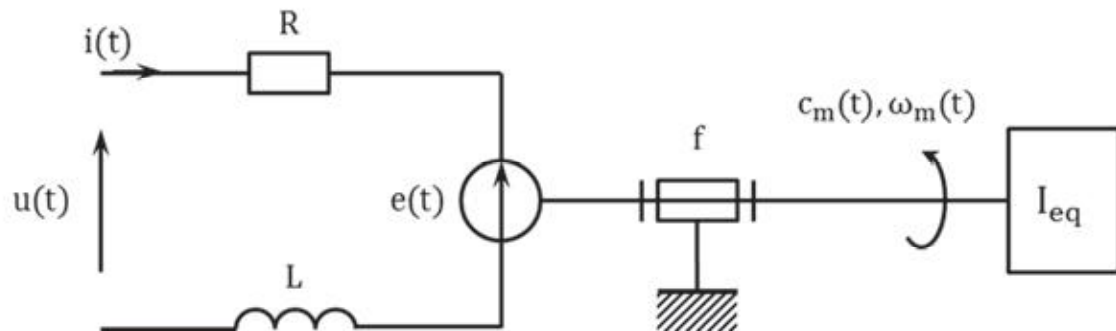

Figure 9 – Schéma équivalent du moteur à courant continu
La modélisation adoptée pour le moteur à courant continu est celle de la figure 9.
**Question 13** En utilisant la figure 9 (page 9) et par la méthode de votre choix, déterminer la relation entre  $c_m(t)$ ,  $c_r(t)$ ,  $\omega_m(t)$ ,  $\frac{d\omega_m(t)}{dt}$ ,  $I_{eq}$  et  $f$ .
**Question 14** Traduire dans le domaine de Laplace les équations (1) et (2) (page 9) ainsi que les relations établies aux questions 11 et 13. Remplir alors le schéma bloc associé au moteur à courant continu sur le document réponse **DR 2**.